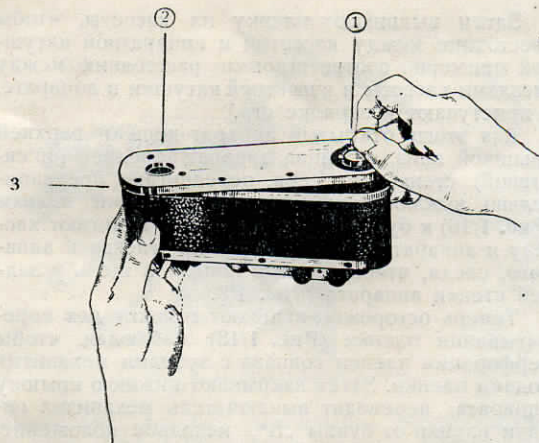

Рис. 2. Снятие нижней крышки аппарата „ФЭД“. 1) Складная поворотная ручка. 2) Штативная гайка. 3) Стержень.
На нижней (с'емной) крышке аппарата (Рис. 2) имеется замок со складной поворотной ручкой (1), а также штативная гайка (2) для укреплении аппарата на штативе при с'емке с выдержкой.